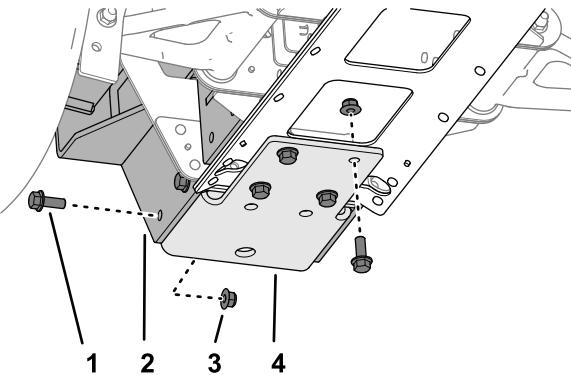

Bild 52
1. Befestigen Sie die untere Halterung, die Befestigung für den Ballaufnehmer und die mittlere Kanalplatte lose mit acht Bundbolzen ($\frac{3}{8}$ " x 1") und acht Sicherungsbundmuttern ($\frac{3}{8}"), wie in Bild 52 abgebildet.$
3. Nehmen Sie die acht Bundbolzen ($\frac{3}{8}$ " x 1"), acht Sicherungsbundmuttern ($\frac{3}{8}$ "'), die untere Halterung und die Befestigung für den Ballaufnehmer von der Maschine ab (Bild 52).